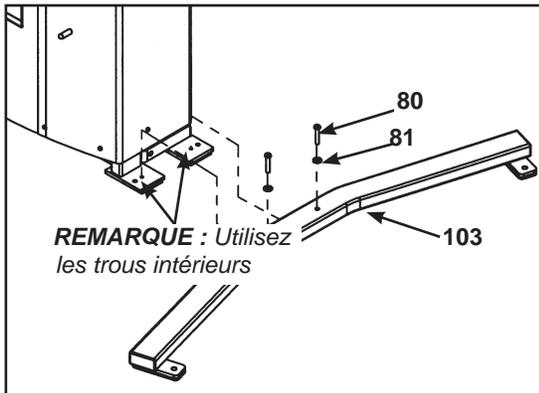

Figure 4
4. Installation des stabilisateurs (reportez-vous aux étapes 4A à 4D et à la figure 4).
- B. Alignez l'un des stabilisateurs sur les trous du châssis. Reportez-vous à la figure 4.
- C. Fixez le stabilisateur à l'aide de deux vis de blocage à tête ronde 0,375-16 x 2 (noires n° 80) et de deux rondelles noires 0,3125 (n° 81), tel qu'illustré à la figure 4.